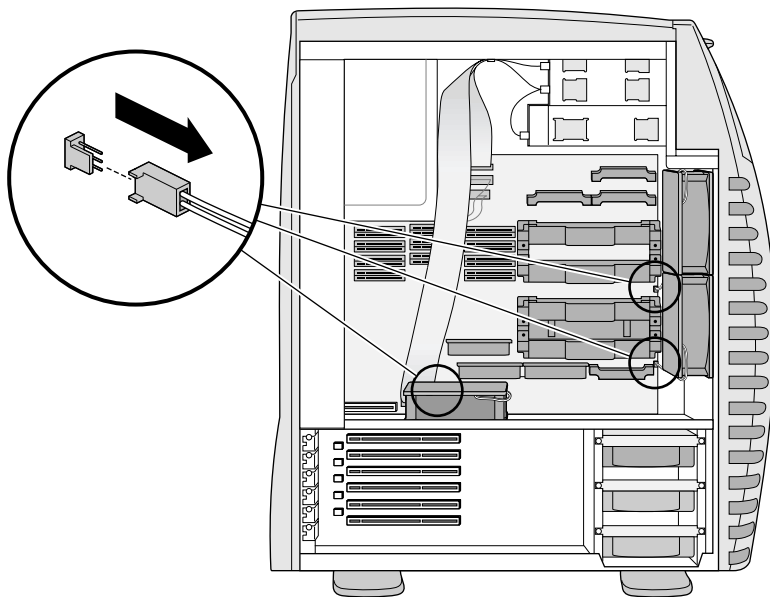

図 7-11 ファンのケーブルを抜く
2. ケーブルコネクタを持って手前に引っ張り、システムボードから外します (図 7-11)。